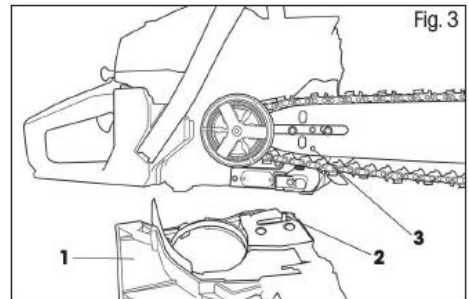
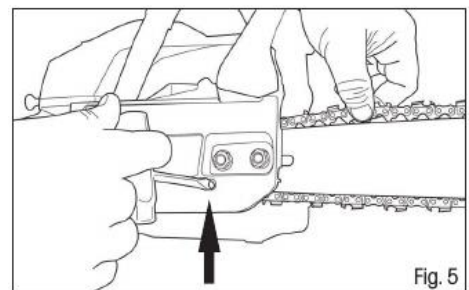

Fig. 3
Fig. 5
- Slăbiți cele două piulițe și scoateți apărătoarea roții de lanț (fig.3, punctul 1)
- ⚠ ATENȚIE!** Bolțul de întindere a lanțului (fig. 3, punctul 2) trebuie să intre în gaura de pe șina de ghidare (fig. 3, punctul 3). Poziția acestui bolt poate fi reglată folosind șurubul de tensionare a lanțului (fig. 5).
- Tensionați lanțul folosind șurubul de tensionare (fig. 5) și apoi strângeți piulițele capacului roții de lanț folosind cheia tubulară inclusă în pachet.
- Folosiți o șurubelniță pentru a roti șurubul de tensionare al lanțului (fig. 5). Rotiți șurubul de tensionare până obțineți întinderea dorită (trebuie să puteți ridica lanțul la mijlocul șinei de ghidare în poziție orizontală până la o înălțime de 3 până la 4 mm).